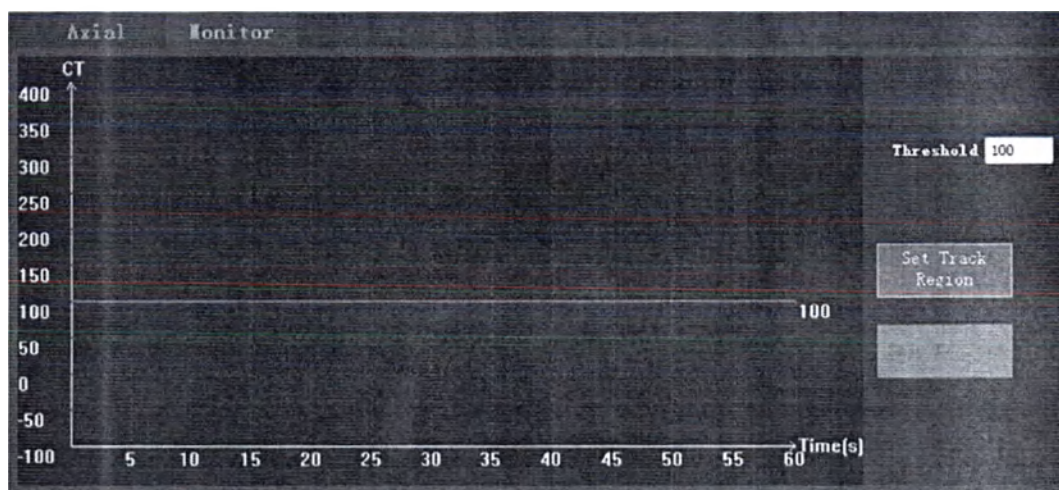

Рисунок 57 Установка порогового значения КТ единиц
- (3) После скаут сканирования, нажмите вкладку Отслеживание [Monitor], задайте пороговое значение КТ единиц и нажмите кнопку <Установить пороговое значение> <Set Track Region>. По умолчанию установлено пороговое значение 100 (см. рис. 57).
- (6) В ситуации, когда истекло заданное время экспозиции, а отслеживаемая плотность не достигла заданного порогового значения, то на окне отслеживания (см. рис. 57) нажмите кнопку <Пропустить отслеживание> <Skip Monitor>, чтобы запустить следующий протокол сканирования вручную.
- (7) Выполните позиционирование гентри и стола снимков, когда появится диалоговое окно и начнут мигать соответствующие кнопки на блоке управления. По истечении времени задержки, автоматически запустится следующий протокол сканирования с контрастированием.